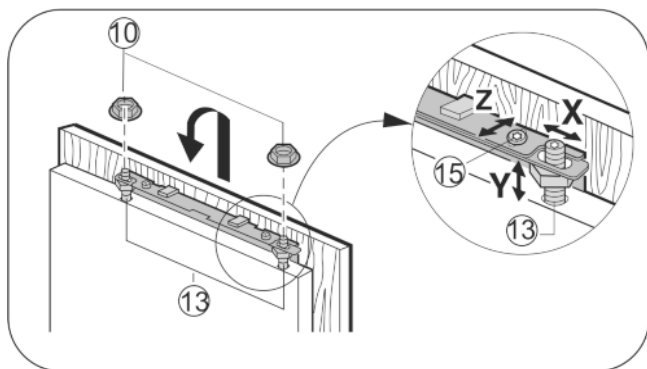

Fig. 29
- ▶ Enganche la puerta del mueble en los pernos de ajuste Fig. 29 (13) y atornille ligeramente las contratuercas Fig. 29 (10) en los pernos de ajuste.
- ▶ Alinear la puerta del mueble en cuanto a altura Y e inclinación lateral: ajuste los pernos de ajuste Fig. 29 (13) con un destornillador.
- ▶ Apriete las contratuercas Fig. 29 (10).